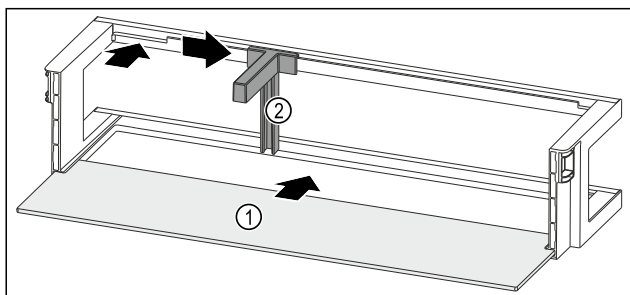

Fig. 92 Dørhylde med flaskeholder
- ▶ Skub hylde Fig. 92 (1) ind i udsparringerne i siden.
- ▶ Indsæt flaskeholderen Fig. 92 (2) i udsparringen.
- ▶ Skub flaskeholderen Fig. 92 (2) til siden til den ønskede position.